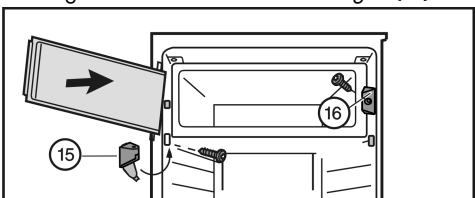

Fig. 8
- ▶ Sumontuokite antgalį Fig. 8 (16).
- ▶ Sumontuokite atraminę gembę Fig. 8 (15) ir uždarykite dangtelį.